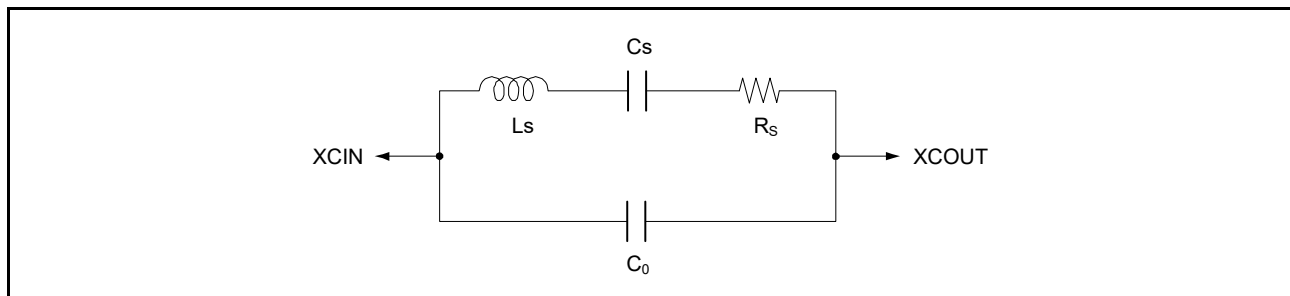

図 9.9 水晶振動子の等価回路
32.768kHz 水晶振動子の等価回路を**図 9.9** に示します。水晶振動子は**表 9.6** に示す特性のものを使用してください。